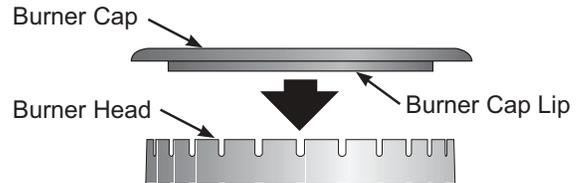

Figure 17 : Capuchon de brûleur
1. Retirer le capuchon de la tête de brûleur (voir Figure 17). Nettoyer le capuchon à l'eau chaude savonneuse et sécher soigneusement.